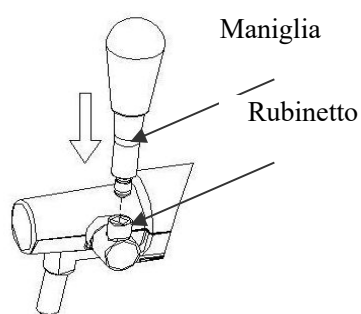

Figura 3
2. Installare il rubinetto e collegare la maniglia al rubinetto, assicurarsi che combacino perfettamente. (Vedi figura 3)